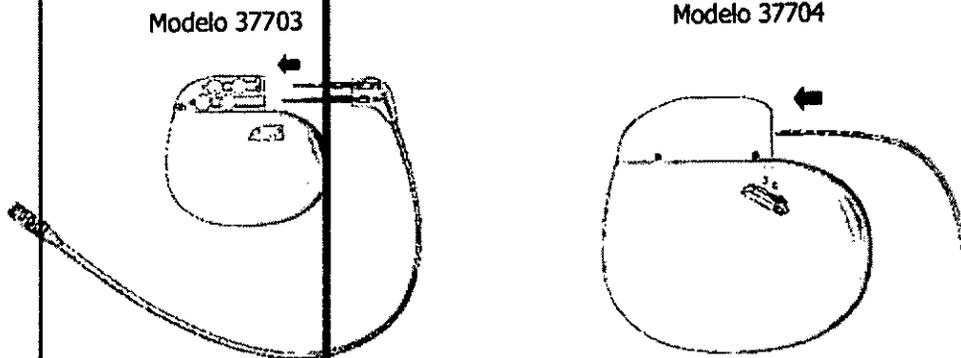

Figura 4. Introduzca completamente las clavijas para conexión de la extensión en el neuroestimulador
3. Inserte los terminales para conexión de la extensión o del electrodo apropiados en el toma correspondiente del neuroestimulador hasta que queden totalmente encajados dentro del bloque de conexión (Figura 4). Si encuentra resistencia al insertar las clavijas de conexión, utilice la llave dinamométrica (suministrada con el neuroestimulador) para aflojar los tornillos de fijación.